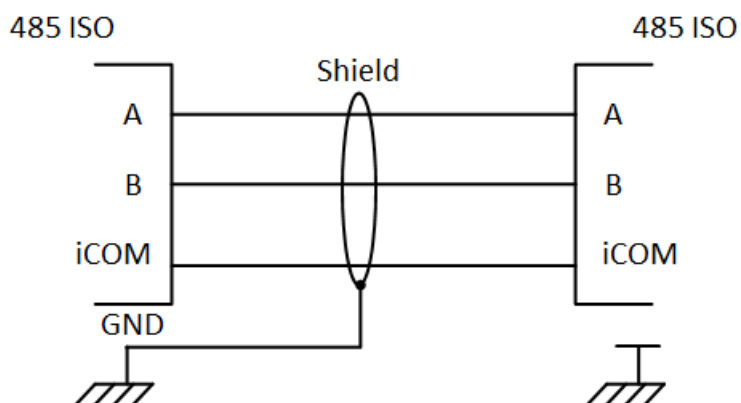

Figura 18: Cartão de comunicação RS-485 (isolado) para MUX / Communicator External Box Fiação
1. Conecte os terminais ao dispositivo desejado (Figura 18).